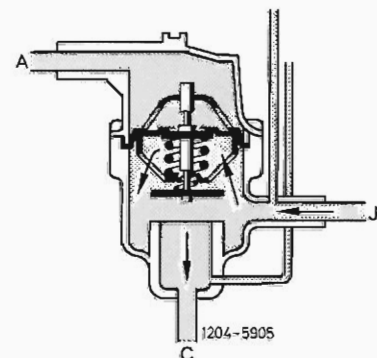

Bild 91 Warmlaufperiode
Bei noch nicht betriebswarmem Motor ist das Hauptventil geschlossen und der Kurzschlußteller voll geöffnet. Der Zufluß (A) zum Kühler ist unterbrochen und das Kühlmittel fließt über die Kurzschlußleitung (C) wieder direkt zum Motor (Bild 91).